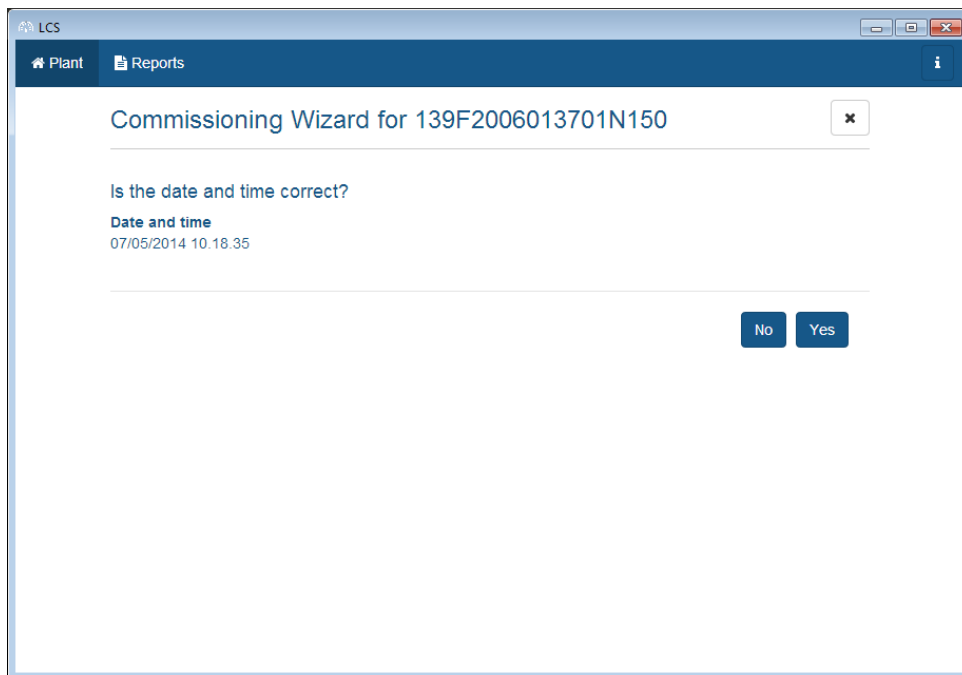

Ilustración 3.5 Herramienta LCS: comprobación de fecha y hora
3. Compruebe que la fecha y la hora sean correctas. De lo contrario, corríjalas y continúe. Consulte *Ilustración 3.5*.